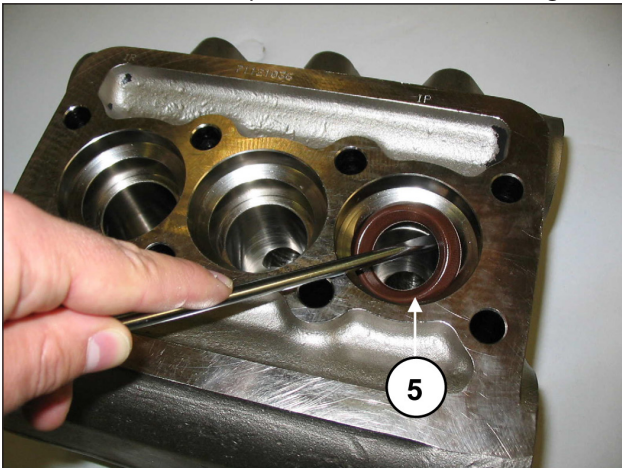

Abb. 21
C) Ziehen Sie die HD-Dichtungen vom Kopf und die ND-Dichtungen aus ihrer Halterung mithilfe einfacher Werkzeuge gemäß Abb. 21 heraus, Pos. ⑤, und achten Sie darauf, nicht die entsprechenden Sitze zu beschädigen.